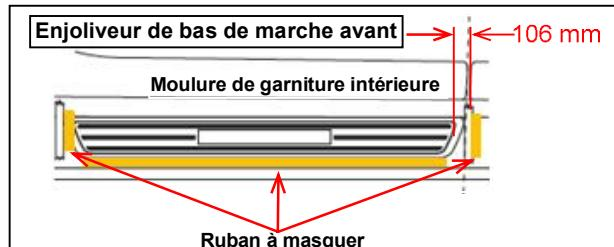

FIGURE 2
- Avant de retirer le papier protecteur, positionner les pièces au bon emplacement (figure 2) et utiliser du ruban à masquer pour marquer l'emplacement.